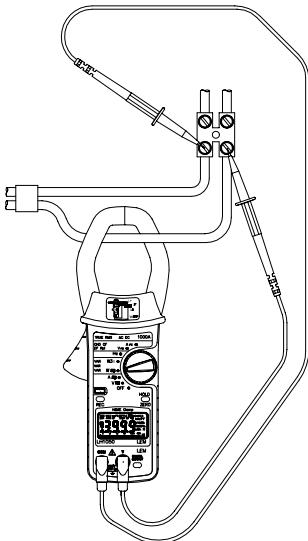

Fig. 4
- Pulsar el gatillo para abrir las mordazas e insertarlas alrededor del conductor de corriente tal como se muestra en la Fig. 4
- Cuando está configurado para medir la potencia (Fig. 4) con los cables de voltaje conectados y la corriente insertada alrededor del conductor, el instrumento visualiza la frecuencia de la fuente de corriente (si ARMS > 1A). Si ARMS < 1A, se realizará una medida de frecuencia del voltaje (si VRMS > 10V), de lo contrario se visualiza---.-